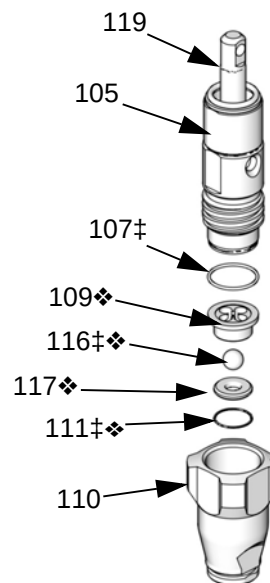

FIG. 11: Conjunto del alojamiento de admisión
4. Retire el alojamiento de admisión (110). Consulte la FIG. 11.
5. Limpie o sustituya la guía de la bola (109), bola (116), asiento (117) y junta tórica (111).
6. Instale la junta tórica (111), el asiento (117), la bola de admisión (116) y la guía de la bola (109) en el alojamiento de admisión (110).
7. Atornille el alojamiento de admisión (110) en el cilindro (105). Apriete a 95-108 N•m (70-80 lb-pie).